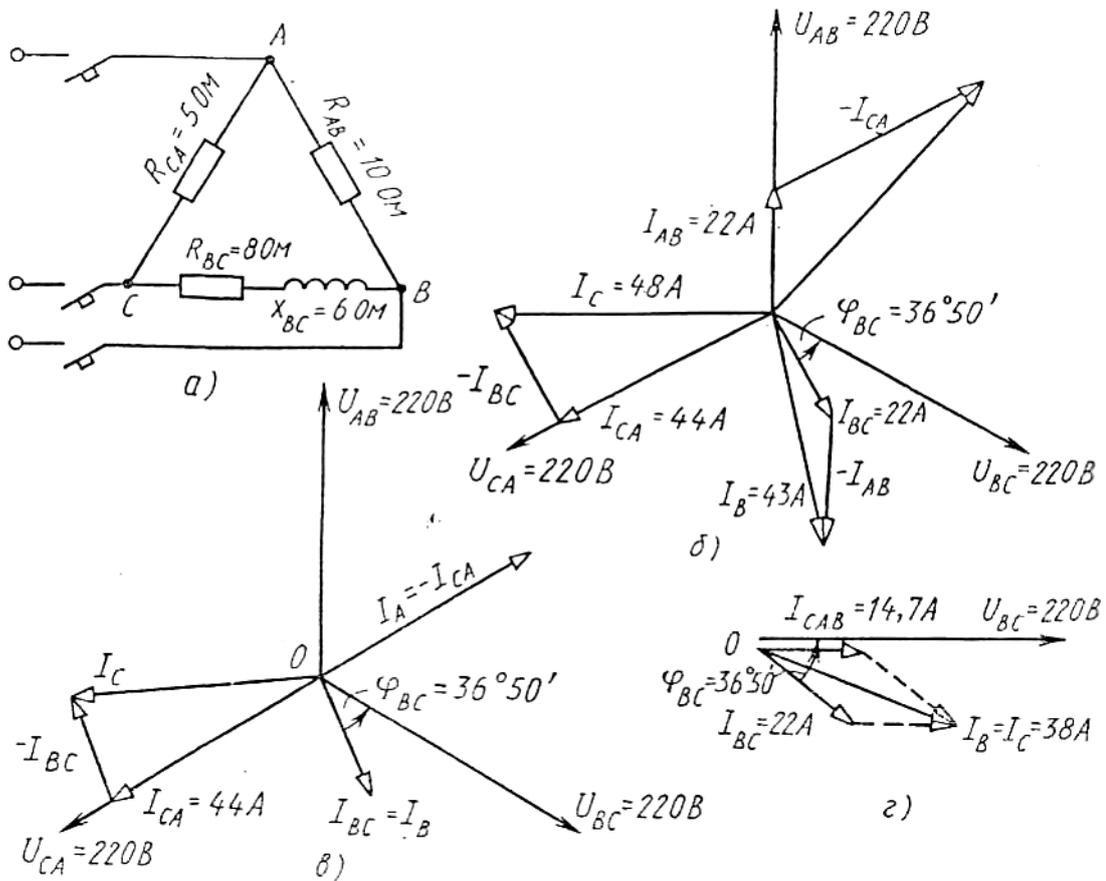

Рисунок 18.1
В трехфазную сеть включили треугольником несимметричную нагрузку (рис. 18.1, а): в фазу АВ - активное сопротивление  $R_{AB} = 10$  Ом; в фазу ВС -индуктивное сопротивление  $X_{BC}=6$  Ом и активное  $R_{BC}=8$  Ом; в фазу СА -активное сопротивление  $R_{CA} = 5$  Ом. Линейное напряжение сети  $U_{НОМ}=220$  В. Определить фазные токи и начертить векторную диаграмму цепи, из которой графически найти линейные токи в следующих случаях: 1) в нормальном режиме; 2) при аварийном отключении линейного провода А; 3) при аварийном отключении фазы АВ.
Для построения векторной диаграммы выбираем масштаб по току: 1 см = 10 А и напряжению: 1 см = 40 В. Затем в принятом масштабе откладываем векторы фазных (они же линейные) напряжений  $U_{AB}$ ,  $U_{BC}$ ,  $U_{CA}$  под углом  $120^\circ$  друг относительно друга (рис. 18.1, б). Затем откладываем векторы фазных токов: ток в фазе АВ совпадает с напряжением  $U_{AB}$ ; в фазе ВС ток отстает от напряжения  $U_{BC}$  на угол  $\varphi_{BC} = 36^\circ 50'$ ; ток в фазе СА совпадает с напряжением  $U_{CA}$ . Затем строим векторы линейных токов на основании известных уравнений:
$\varphi_{BC} = 36^\circ 50'$  На (рис. 18.1, г) построена векторная диаграмма цепи. Из
**3. Аварийное отключение фазы АВ.** При этом ток в отключенной фазе равен нулю, а токи в двух других фазах остаются прежними. На (рис. 18.1, в) показана векторная диаграмма для этого случая. Ток  $I_{AB} = 0$ ; линейные токи определяются согласно уравнениям:  $I_A = I_{AB} + (-I_{CA})$ ;  $I_B = I_{BC} + (-I_{AB})$ ;  $I_C = I_{CA} + (-I_{BC})$ . Таким образом, только линейный ток  $I_C$  сохраняет свою величину; токи  $I_A$  и  $I_B$  изменяются до фазных значений. Из диаграммы графически находим линейные токи:  $I_A = 44 \text{ А}$ ;  $I_B = 22 \text{ А}$ ;  $I_C = 45 \text{ А}$ .